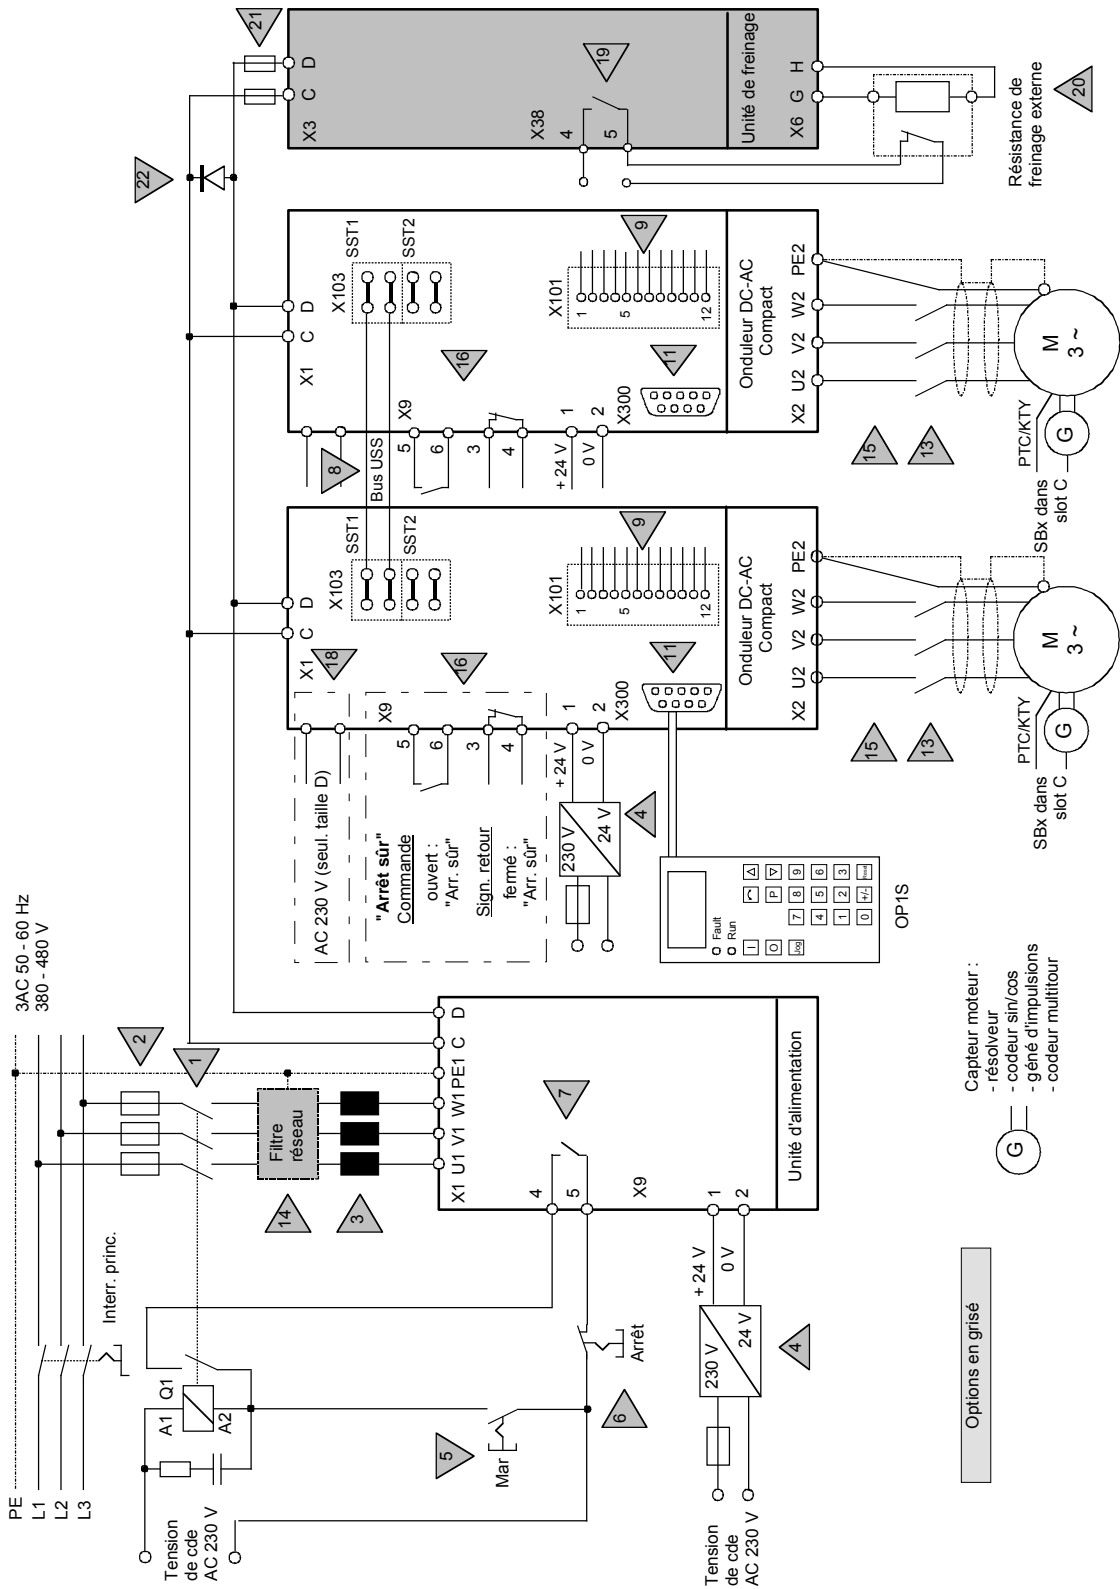

Fig. 2-5 Exemple de configuration d'un entraînement multiaxe avec appareils de forme Compact
- Entraînement multiaxe avec appareils de forme Compact (voir fig. 2-5 à la page 2-10)